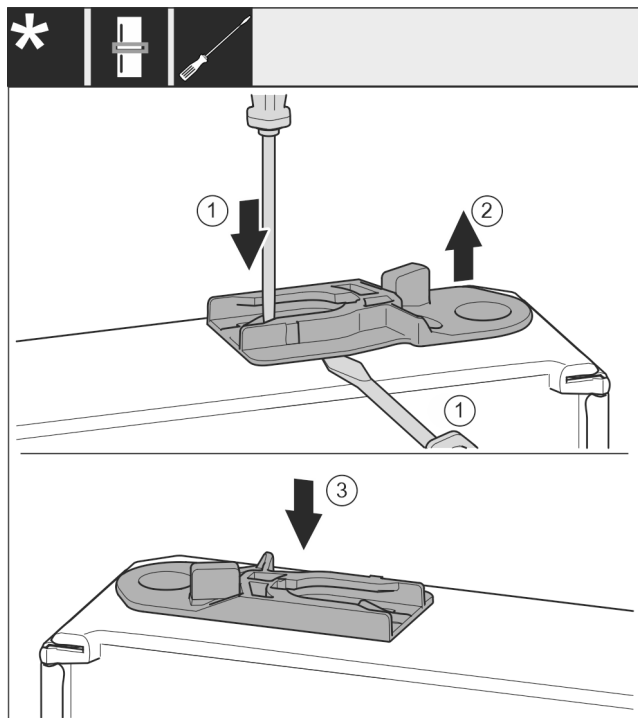

Fig. 38
- ▶ Træk styrebøsningen ud: Tryk lasken ind med kærveskruetrækkeren, og før samtidig skruetrækkeren ind under styrebøsningen. *Fig. 38 (1, 2)*
- ▶ Skub den medfølgende styrebøsning ind i den anden side af huset. *Fig. 38 (3)*